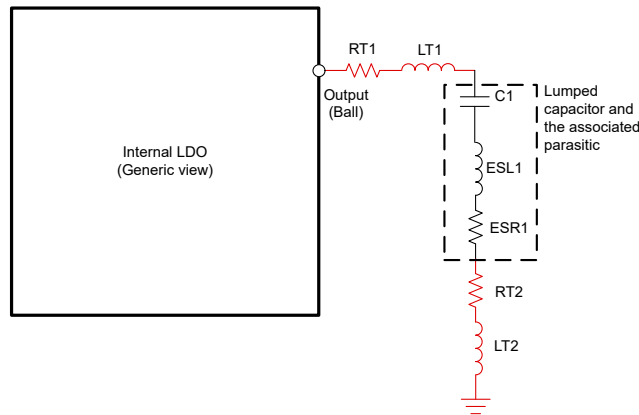

图 7-4. 输出路径的不同部分提供的寄生电容 ( 对于一个电容器 )
1.2V 数字 LDO 需要一个典型值为 4.7 $\mu$ F 的去耦电容器。输出路径的不同部分提供的寄生电阻/电容/电感如图 7-4 所示。“RT1”和“RT2”分别是焊球到电容器引线走线和接地走线提供的寄生电阻。同样，“LT1”和“LT2”分别是焊球到电容器引线走线和接地走线提供的寄生电感。“ESL1”和“ESR1”是去耦电容器的有效串联电感和电阻。表 7-5 给出了电容和寄生电容的最小值、最大值和典型值。